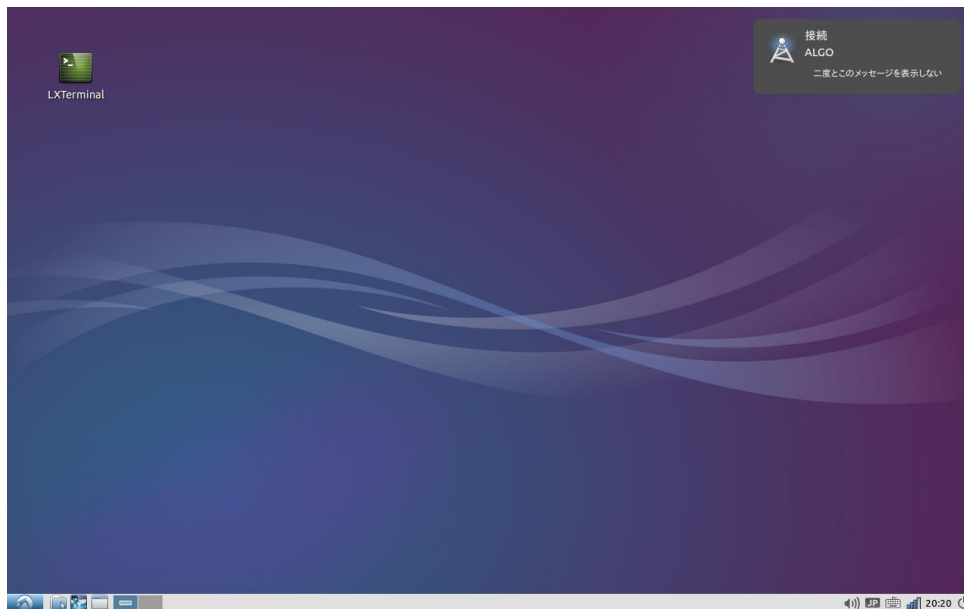

図 2-4-3. 接続成功
③接続に成功すると、図 2-4-3 のように、デスクトップ右下のネットワークアイコンがからに変化し、画面右上に接続成功の表示が現れます。（通信状況によってネットワークアイコンは変化します。）